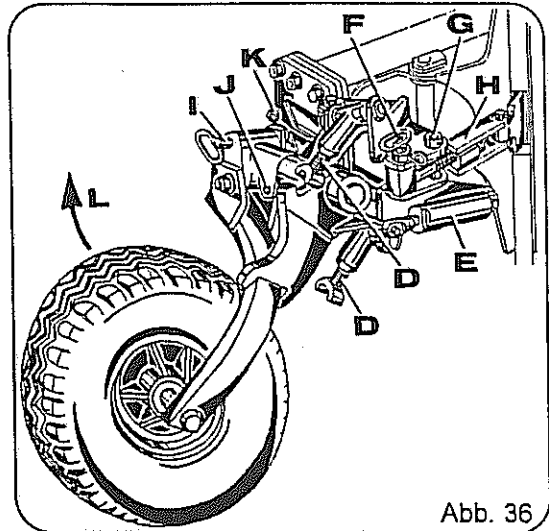
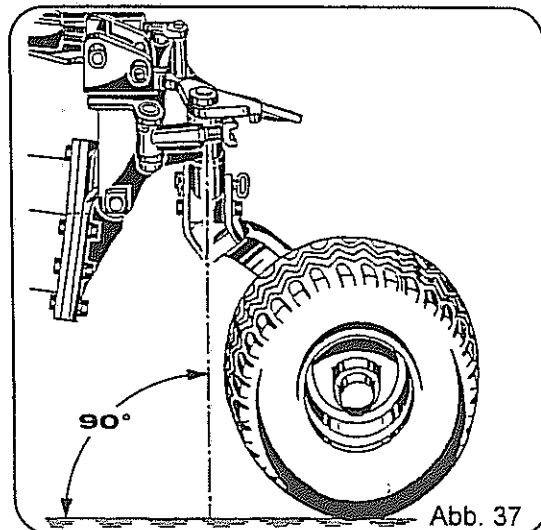

Abb. 36
Abb. 37
Arbeitsstellung Abb. 36
Das Rad wird durch die verstellbaren Anschläge (Abb. 36, Pos. D) auf die Arbeitstiefe des Pfluges eingestellt (auf gleiche Arbeitstiefe achten).
Der Stoßdämpfer (Abb. 36, Pos. E) verhindert das Schlagen des Rades. Er muß immer ausreichend mit Öl gefüllt sein. Zum eventuellen Nachfüllen von Öl wird der Stoßdämpfer demontiert und in senkrechter Stellung aufgeschraubt. Der Kolben und die Kolbenstange werden soweit wie möglich in den Zylinder eingeführt und mit dünnflüssigem Hydrauliköl nachgefüllt.
Transportstellung Abb. 37
- Stecker (Abb. 36, Pos. F) ziehen und nach leichtem Schwenken des Rades Spannschloß (Abb. 36, Pos. H) in Loch G (Abb. 37) abstecken und Stecker wieder sichern.
- Stecker (Abb. 36, Pos. I) ziehen, Rad um 90° schwenken (Abb. 36, Pos. L) und in Loch J (Abb. 36) wieder abstecken und auch hier Stecker wieder sichern.
- Pflug soweit anheben bis die Schwenkachse des Rades etwa senkrecht steht (Abb. 37, 90°).